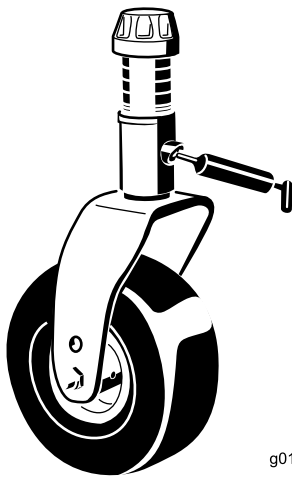

Figura 15
- Boccole (4) dell'asse della forcella delle ruote orientabili (Figura 15)